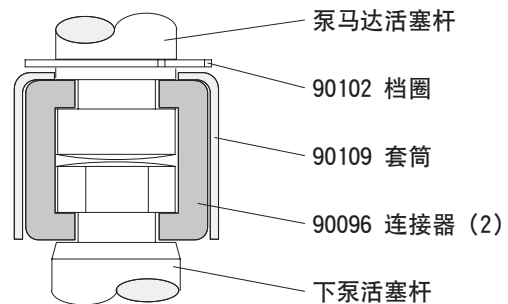

图 2
- 使用卡钳, 将挡圈向上滑动足够的距离, 使套筒能够向上移动, 并且松开两个连接器 (参看图2)。